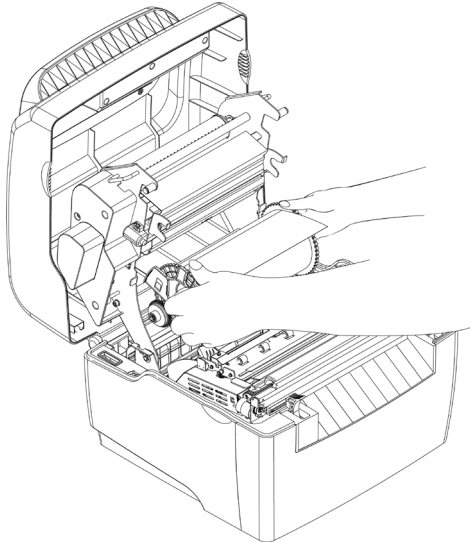

图 2.4.4
- 4) 将装在纸卷芯轴上的纸卷放入纸仓，确保纸卷芯轴两端灰色部分放入纸仓两边支架凹槽中（如图2.4.4）；